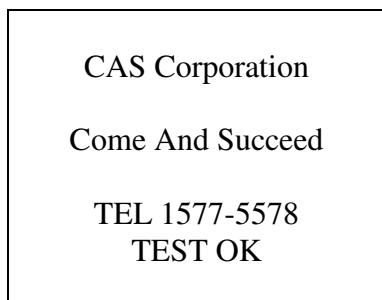

Рисунок 7.1 – Проверка связи с принтером (пример печати)
**Примечание 2.** Если подключение и настройка принтера выполнены правильно, принтер распечатает данные (см. рисунок 7.1).